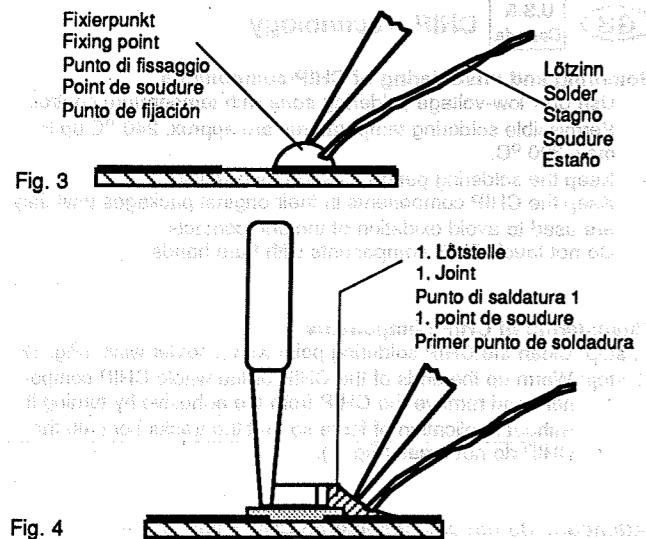

Fig. 3
3. Schritt: Lötspitze von Lötresten säubern. Lötperle anbringen (Fig. 3).
3. step: Remove possible residues from the soldering point. Then apply a solder bead (Fig. 3).
3. Aspirer les restes de soudure sur le circuit. Poser une pointe de soudure (Fig. 3).
3. Pulire il punto dai residui di saldatura. Applicare una goccia di stagno (Fig. 3).
- Tercer paso: Limpiar el punto de soldadura de residuos de la soldadura anterior. Poner una gota de estaño (Fig. 3).